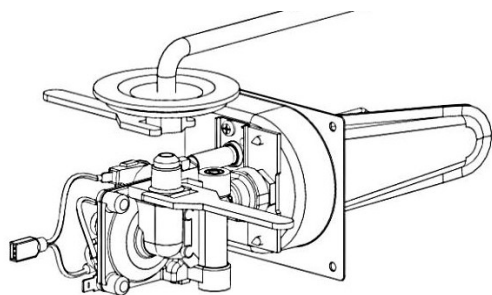

Figure 7
5. Assurez-vous que tous les fils mâles, autres que les raccords pour la flamme, sont traités avec une composante scalante résistant au gaz propane (PL). NE PAS mettre de composante scellant sur les raccords de la flamme.
6. Utilisez deux clés anglaises pour maintenir les raccords de laiton et l'écrou évasé lorsque vous serrez les lignes de gaz. NE PAS faire une torsion sur l'assemblage de la valve. See Figure 7